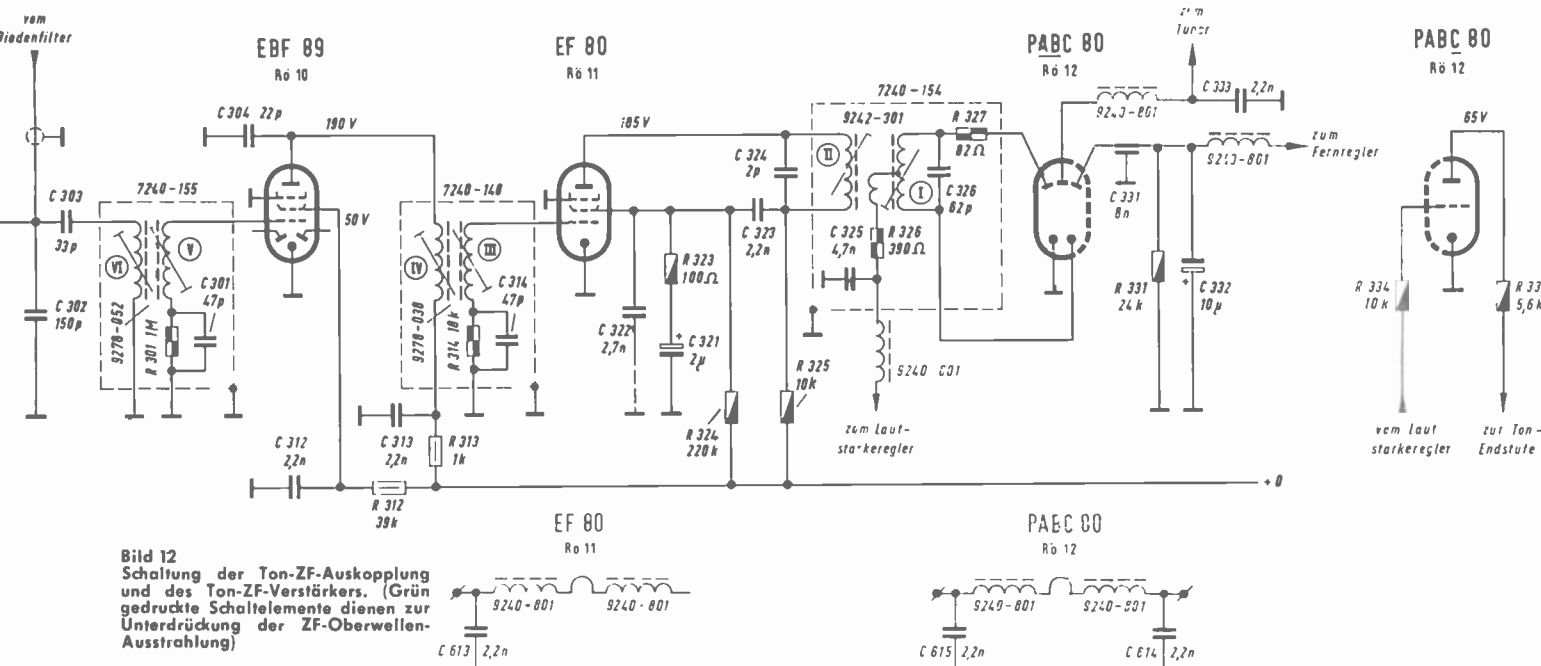
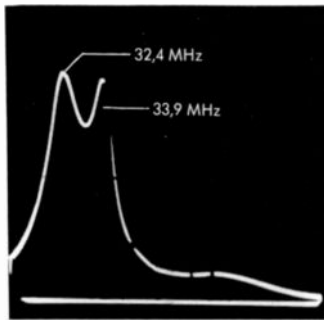
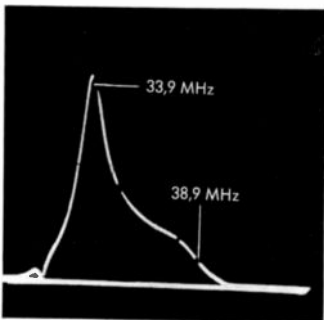

Bild 12 Schaltung der Ton-ZF-Auskopplung und des Ton-ZF-Verstärkers. (Grün gedruckte Schaltelemente dienen zur Unterdrückung der ZF-Oberwellen-Ausstrahlung)
Bild 13 Durchlaßkurve des Diodenfilters über Meßpunkt M 3 (an der Tondiode) gesehen
Bild 14 ZF-Durchlaßkurve „über alles“ über Meßpunkt M 3 (an der Tondiode) gesehen
Wie schon erwähnt, muß der Ton vor dem Tontrap 33,4 MHz ausgekoppelt werden. Dazu wird der Kreis 32,4 MHz (9) über 1,5 pF (C 234) an den Primärkreis (2) des Diodenfilters angekoppelt (Bild 12). Diese beiden Kreise bilden ein Bandfilter (Bild 13), das sein Übertragungsmaximum bei etwa 32,4 MHz bis 33,4 MHz hat. Dabei kommt aber immer noch ein genügend großer Anteil des Bildträgers hindurch, der nötig ist, damit es an der Tondiode zwischen Bildträger und Tonträger zur additiven Mischung kommt. Eigentlich genügt es, das Übertragungsmaximum zum Ton-Diode auf 33,4 MHz zu legen. Beim Empfang sehr schwacher und verrauschter Sender stellt man den Tuneroszillator — entweder direkt oder über den Regler „Feinabstimmung“ der Abstimmautomatik — so ein, daß der Bildträger im ZF-Verstärker ca. 1 MHz niedriger von 38,9 MHz auf 37,9 MHz zu liegen kommt. Der Bildträger liegt dann „oben“ auf der ZF-Durchlaufkurve und man gewinnt an Störabstand. Bedingt durch den konstanten Bild-Ton-Abstand von 5,5 MHz liegt dann der Tonträger auf 32,4 MHz, wo aber — siehe Bild 13 — die letzte Bild-ZF-Stufe noch genügend HF-Spannung zur Ton-Diode überträgt. „Über alles“ gesehen, also von der Mischröhre bis zur Tondiode, liegt das Verstärkungsmaximum natürlich nicht mehr bei 33,4 MHz bis 32,4 MHz (Bild 14). Aber der nachfolgende zweistufige Ton-ZF-Verstärker, bei dem übrigens beide Stufen als Begrenzer geschaltet sind, hat so viel Verstärkungsreserve, daß auch unter ungünstigsten Bedingungen ein einwandfreier Tonempfang gesichert ist. Das Mischprodukt — die Tonfrequenz 5,5 MHz — wird durch den Ton-ZF-Kreis 9278—052 ausgekoppelt. Die Kreiskondensatoren C 303 (33 pF) und C 302 (150 pF) dienen zur Transformation des Innenwiderstandes der Mischdiode an den 5,5-MHz-Auskoppelkreis.
Bei diesem Gerät wurde größter Wert gelegt auf eine einwandfreie Abschirmung und Verdrosselung sämtlicher Leitungen, die zur letzten Ton-ZF-Begrenzerstufe und zum Radiodetektor führen. In Bild 12 sind alle Schaltungselemente farbig gedruckt, die diesem Zweck dienen.